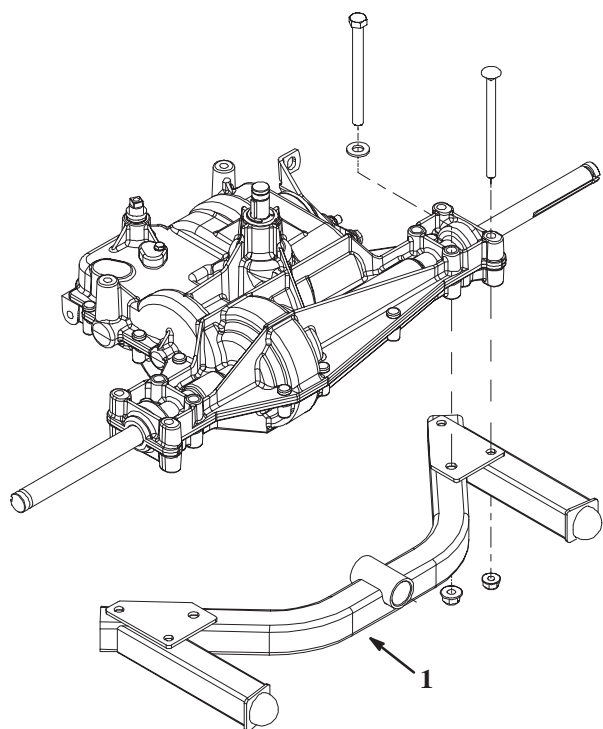

Figura 3
6. Levante el enganche del patín y colóquelo sobre los pernos nuevos. Coloque el patín según muestra la figura 3.